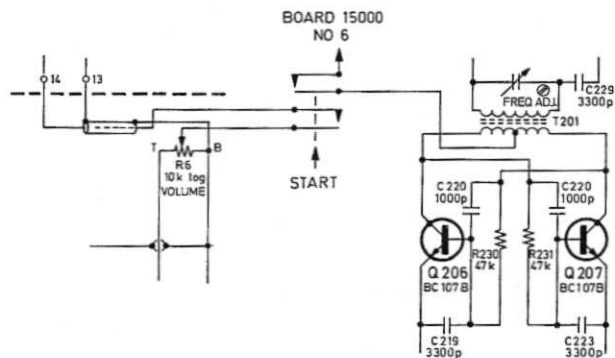
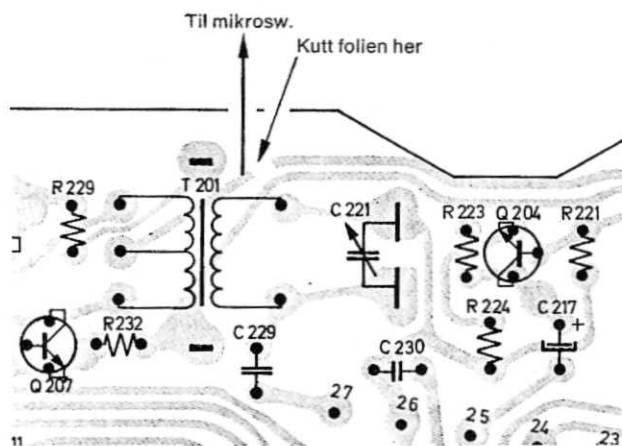

Fig. 8.4. Detalj av skjema.
Fig. 8.5. Detalj av plate 15001.
Mikrobryter for utkopling av driftsspenningen ved stopp og tilbakespoling ved bruk av pedal, er nå endret slik at bare spenningen til oscillatoren brytes. Alle forsterkere er derved driftsklare til enhver tid, og innstilling av signalnivået kan skje mens båndopp-takeren står i stopp. Dessuten kommer oscillatoren raskere igang etter stopp. Endringen kan lett innføres på apparater med lavere serienummer. (Se fig. 8.4 og fig. 8.5.)
- En ekstra mikrobryter (6) monteres på samme brakett som den gamle bryteren for driftsspenningen (5).
- En ny ledning koples til det samme punkt på bryteren og føres til forforsterkerplaten som vist på fig. 8.4 og fig. 8.5. Kopperfoliet for spenning til oscillatoren brytes som vist på samme figur.